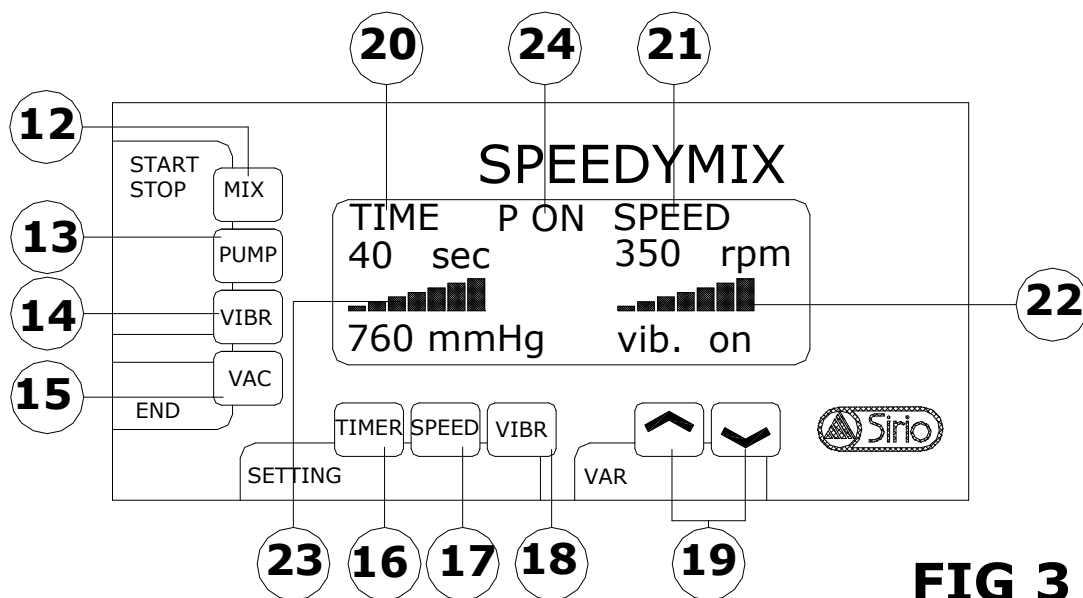

FIG 3
1.4 Dispositivos de seguridad (fig.3)